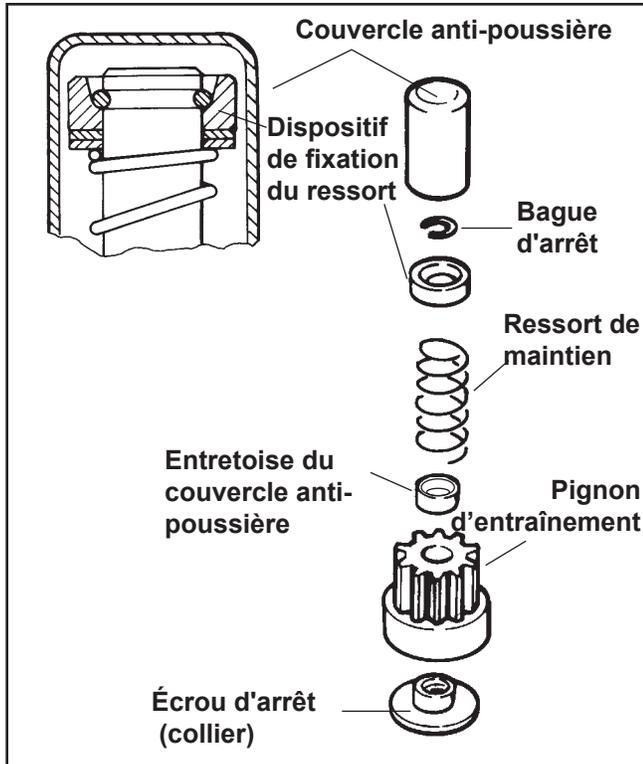

Figure 8-35. Composants de la transmission, du démarreur à inertie « chemisé ».
1. Le couvercle anti-poussière en caoutchouc dispose d'ailettes imprimées à l'intérieur qui s'insèrent dans une rainure de l'entretoise du couvercle (voir la Figure 8-35). Tourner le pignon d'entraînement dans le sens des aiguilles d'une montre jusqu'à ce qu'il atteigne la position d'extension maximale. Tout en gardant le pignon dans cette position, prendre le bout du couvercle anti-poussière avec une pince ou un autobloquant et le libérer de l'entretoise.
3. Conformément à la Figure 8-35, saisir le mécanisme de fixation du ressort et le pousser vers le démarreur, en comprimant le ressort de maintien et en exposant la bague d'arrêt.